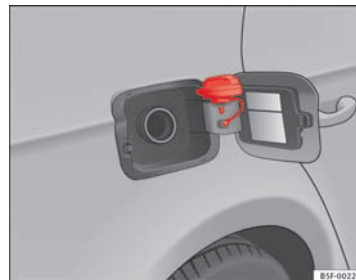

Fig. 106 Tankklap med tankdæksel
- Placer dækslet i udskæringen, der befinder sig i hængslet på den åbne tankklap ⇒ Fig. 106.